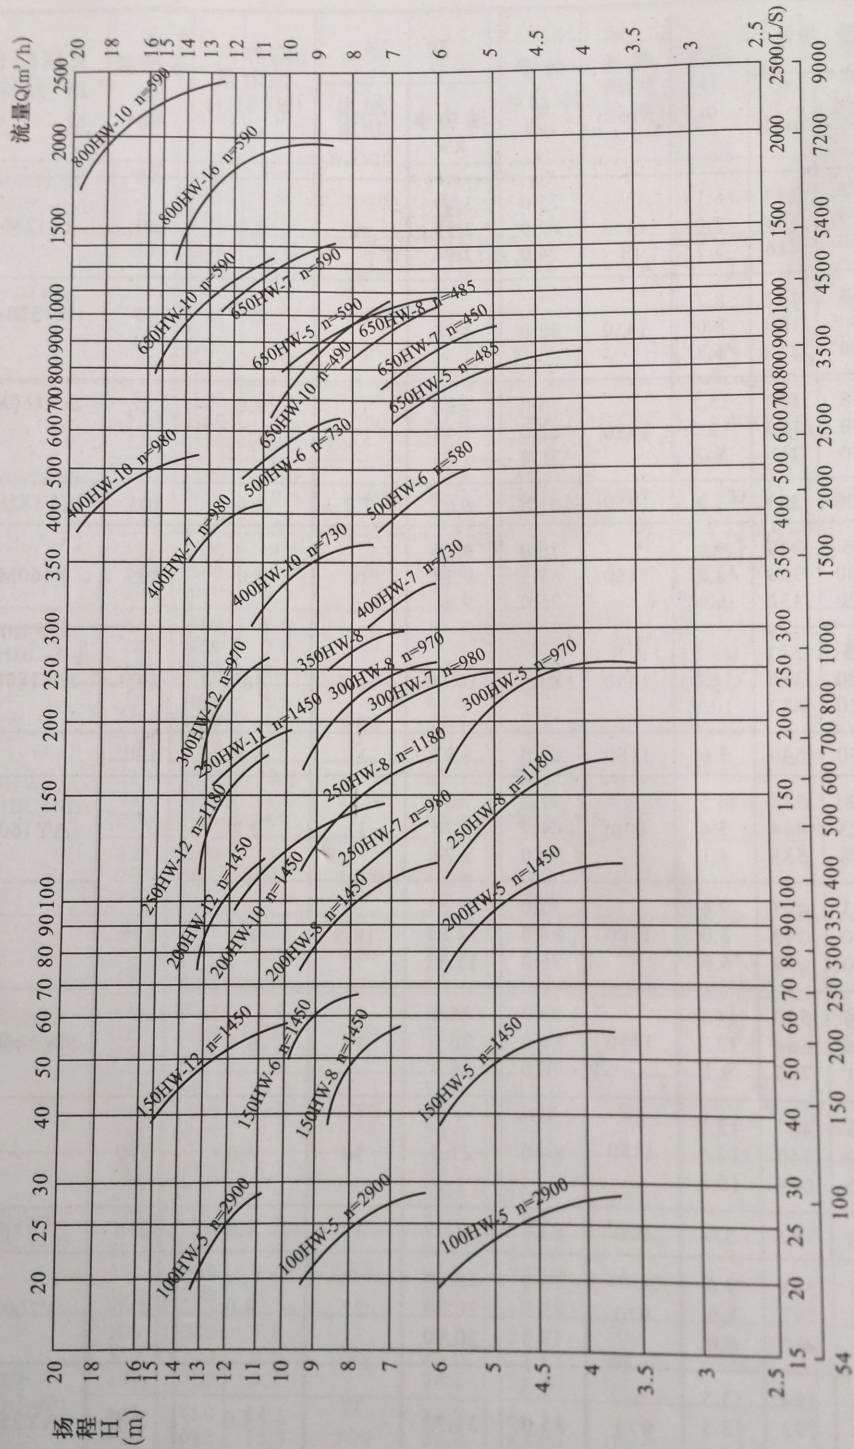

图3 HW型泵流量扬程曲线图(供用户选型)
1、泵的性能:见 W 型泵流量扬程曲线图(图 3)和性能表(表 3、表 4)